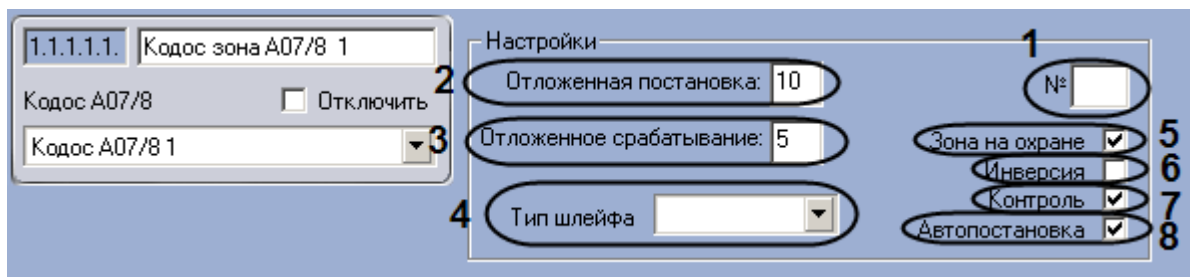

Рис. 3.6—13 Настройка шлейфа адресного блока Кодос А-07/8
2. В поле **№** ввести аппаратный адрес подключения шлейфа (см. Рис. 3.6—13, 1).
3. Указать в поле **Отложенная постановка** период времени в секундах, который должен пройти с момента посылки на шлейф команды постановки на охрану до постановки шлейфа на охрану (см. Рис. 3.6—13, 2).